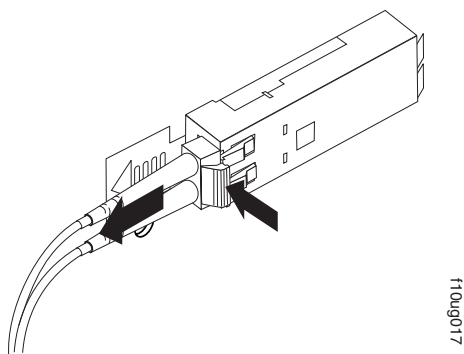

Figura 29. Removendo o Cabo Fibre Channel LC-LC
2. Puxe cuidadosamente o conector para remover o cabo do módulo SFP, como mostra a Figura 29 na página 60.